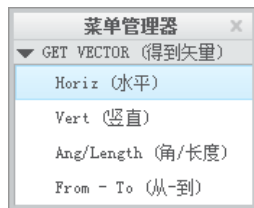

图 4.7.18 “得到矢量”菜单
Step2. 在功能选项卡区域的 **草绘** 选项卡中选择 **编辑**  **平移并复制** 命令, 选取图 4.7.17a 所示的圆弧作为平移对象, 单击鼠标中键, 系统弹出图 4.7.18 所示的 **GET VECTOR (得到矢量)** 菜单。